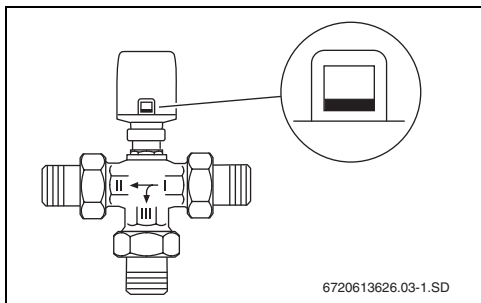

Fig. 36 Indicação de curso no estado sem corrente
- A indicação de curso está apenas visível no rebordo inferior (→ Fig. 36).